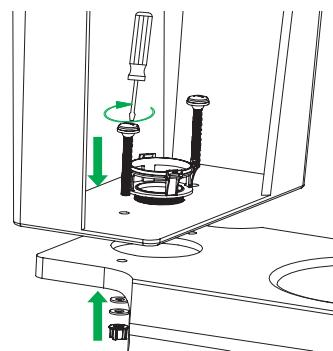

Рис. 16 / 16-сур.
- Вставьте болты с надетой резиновой прокладкой в отверстие бачка и чаши унитаза и закрепите бачок на унитазе согласно рис. 16.